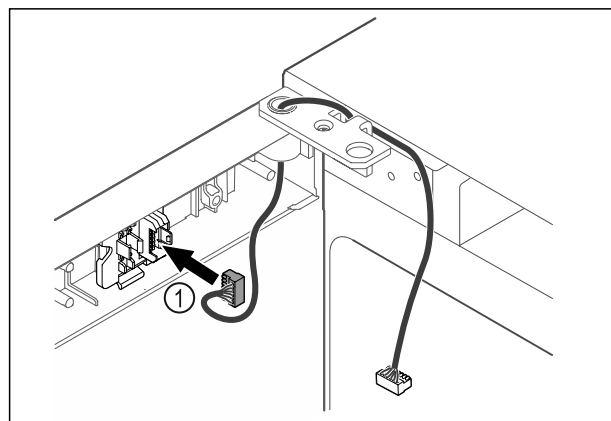

Fig. 42
- Τοποθετήστε το φινιρίσμα Fig. 42 (1) στο στήριγμα του φινιρίσματος.